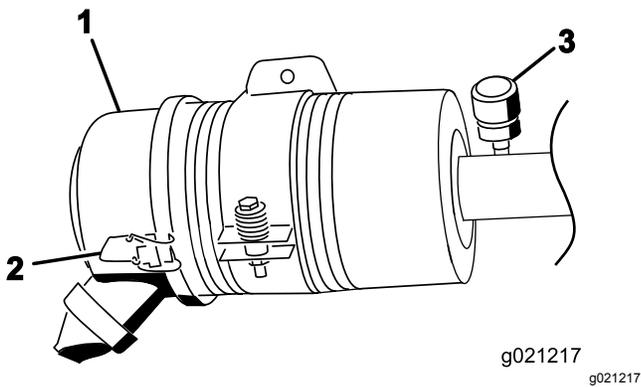

Bild 83
Warten Sie den Luftfilter nur, wenn dies von der Kundendienstanzeige angegeben wird (Bild 83). Das frühzeitige Auswechseln des Luftfilters erhöht nur die Gefahr, dass Schmutz in den Motor gelangt, wenn Sie den Filter entfernen.
2. Lösen Sie die Riegel, mit denen die Abdeckung des Luftfilters am Luftfiltergehäuse befestigt ist (Bild 83).